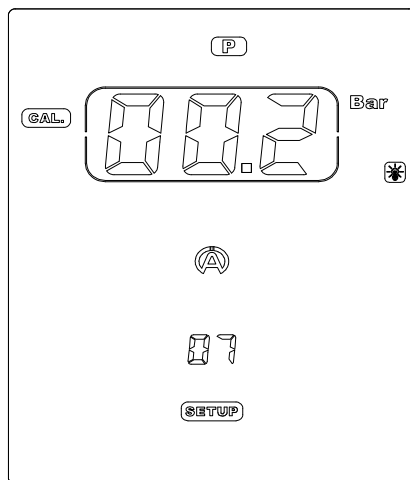

Figure 21
- Il est utile de calibrer le capteur lorsque le CADRAN indique une valeur de pression alors qu'aucune pression n'a été entrée dans le Tyrecontrol (exemple : figure 21). L'embout du Tyrecontrol doit être libre.